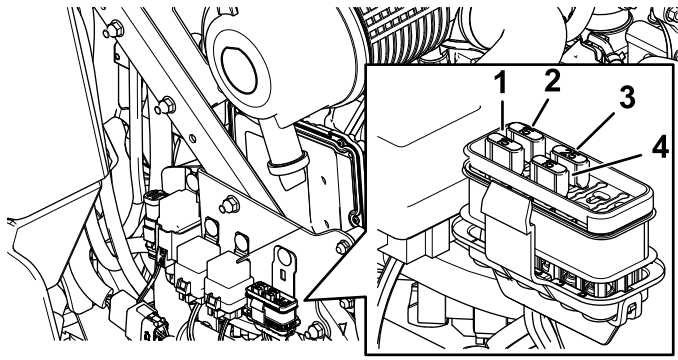

Figure 47
- Remplacez le fusible (Figure 47).